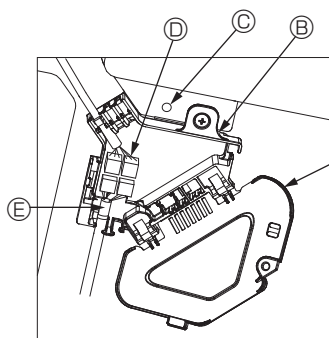

Fig. 10-8
- ① Fjern den skrue, der holder el-boksens afdækning fast, og åbn afdækningen.
- ② Forbind ventilatorvingemotorens tilslutningsledningsstik og panelventilatormotorens ledningsstik i el-boksen. (Fig. 10-8)